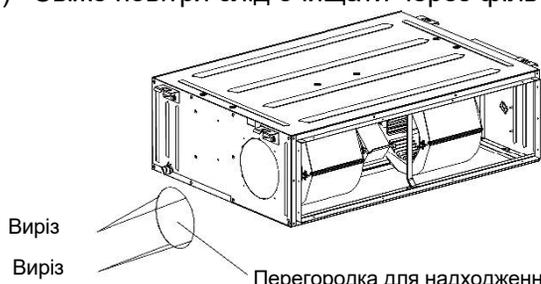

Рис.4.4.6
- (1) Якщо потрібно під'єднати трубу свіжого повітря, відріжте перегородку свіжого повітря, як показано на Рис.4.4.6. Закрийте щілину перегородки свіжого повітря губкою, якщо труба свіжого повітря не використовується.